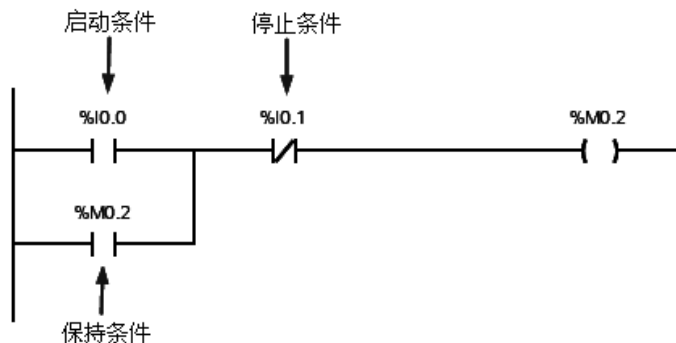
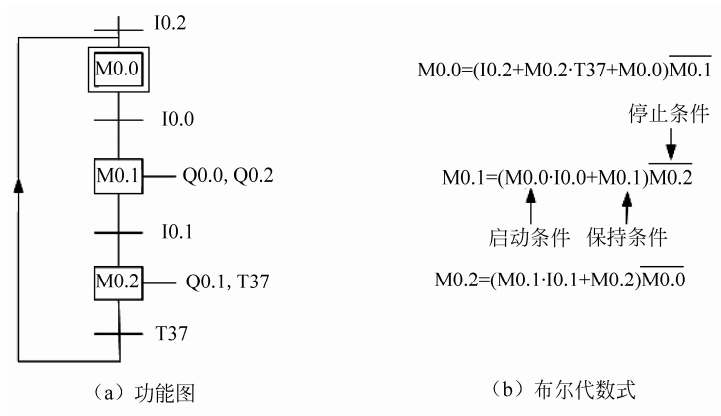
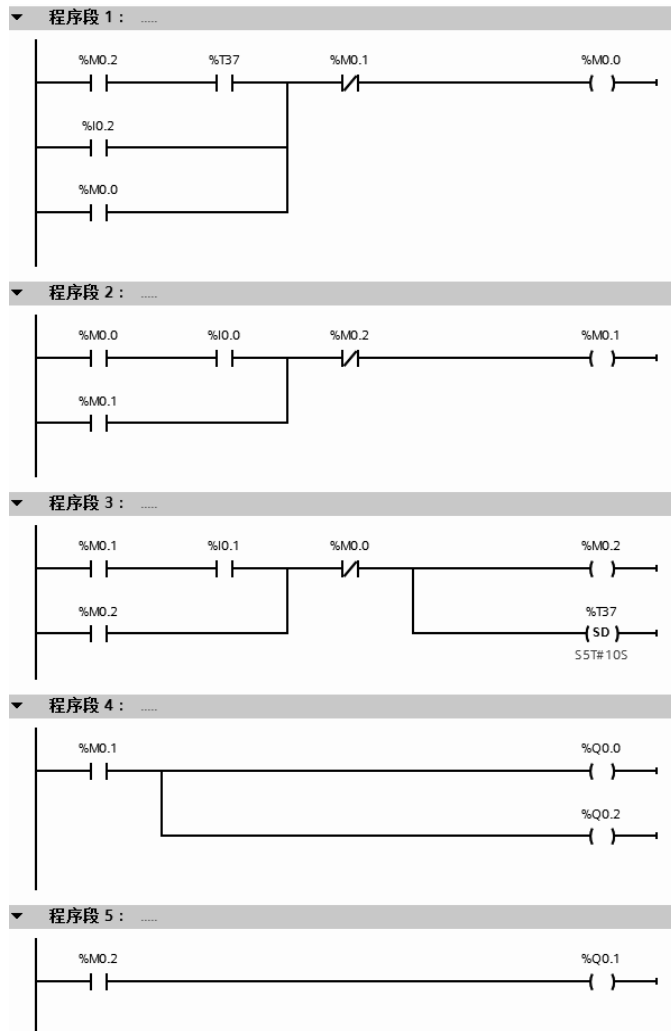

图 6-2 标准的“启保停”梯形图
图 6-3 顺序功能图和对应的布尔代数式
图 6-4 梯形图
1) 单一顺序 单一顺序动作是一个接一个地完成,完成每步只连接一个转移,每个转移只连接一个步,图 6-3 和图 6-4 所示的功能图和梯形图是一一对应的。以下用“启保停电路”来讲解功能图和梯形图的对应关系。
① 启保停电路对应的布尔代数式 标准的启保停梯形图如图 6-2 所示,图中 I0.0 为 M0.2 的启动条件,当 I0.0 置 1 时, M0.2 得电; I0.1 为 M0.2 的停止条件,当 I0.1 置 1 时, M0.2 断电; M0.2 的辅助触点为 M0.2 的保持条件。该梯形图对应的布尔代数式为
② 顺序控制梯形图储存位对应的布尔代数式 如图 6-3 (a) 所示的功能图, M0.1 转换为活动步的条件是 M0.1 步的前一步是活动步,相应的转换条件(I0.0)得到满足,即 M0.1 的启动条件为 $M0.0 \cdot I0.0$ 。当 M0.2 转换为活动步后, M0.1 转换为不活动步,因此, M0.2 可以看成 M0.1 的停止条件。由于大部分转换条件都是瞬时信号,即信号持续的时间比他激活的后续步的时间短,因此应当使用有记忆功能的电路控制代表步的储存位。在这种情况下,启动条件、停止条件和保持条件全部具备,就可以采用“启保停”方法设计顺序功能图的布尔代数式和梯形图。顺序控制功能图中储存位对应的布尔代数式如图 6-3 (b) 所示,参照图 6-2 所示的标准“启保停”梯形图,就可以轻松地将图 6-3 所示的顺序功能图转换为图 6-4 所示的梯形图。